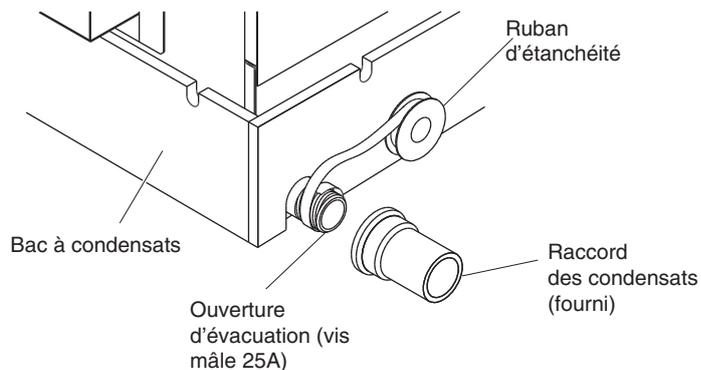
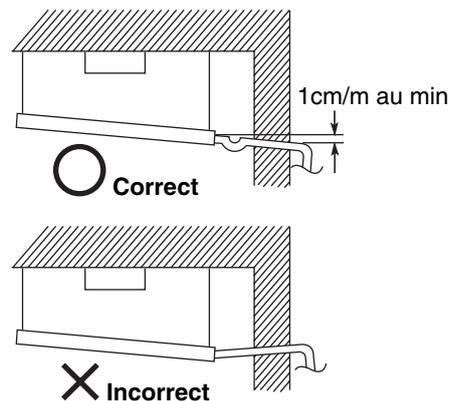

Fig. 3-104a
Fig. 3-104b
- (2) Si vous raccordez un tube d'évacuation des condensats (fourni) à l'orifice d'évacuation fileté, commencez par entourer les filets de l'orifice d'évacuation avec un ruban d'étanchéité, puis raccordez le joint. (Fig. 3-104a)
- (3) Une fois le tube d'évacuation des condensats correctement raccordé, entourez-le d'isolant (fourniture chantier).
- (4) Vérifiez la pente d'inclinaison (1cm/m minimum) et préparez des siphons comme illustré à la figure 3-104b.